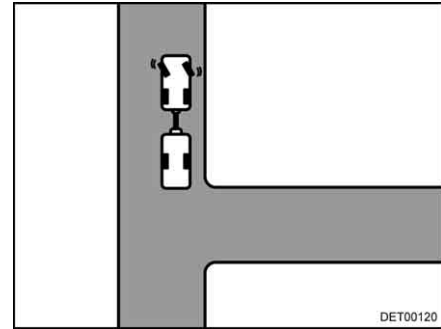

Bild 15 Styr åt vänster
- Vrid ratten åt vänster när fordonet står still (Bild 15).